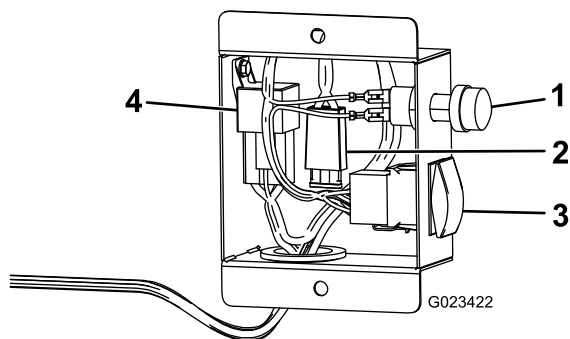

図 4
2. ワイヤハーネスを下にたどって、ハーネスを、散布率調整スイッチ、ホースリール・ボタン、および電源リレーに接続する (図 4)。